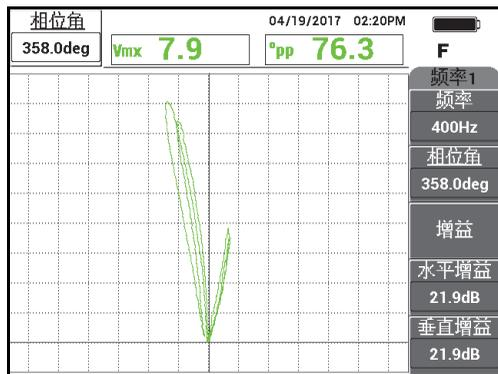

图 5-215 调节增益和相位角
- 根据要求调节**相位角**（参见第 262 页的图 5-215）。